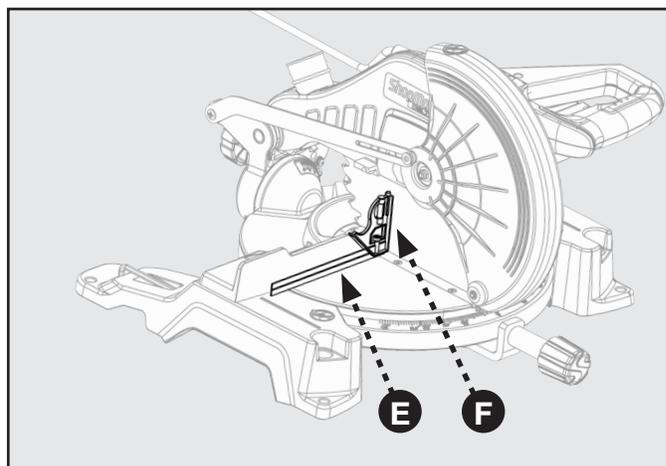

FIGURE 11
Reportez-vous à la figure 11.
7. Placez une équerre combinée (E) contre la table pour que la face de la lame de la scie (F) touche perpendiculairement la partie plate de la lame de la scie et non les dents de la lame.
9. Le bord de l'équerre et la lame de scie doivent être parallèles, comme illustré à la figure 11.